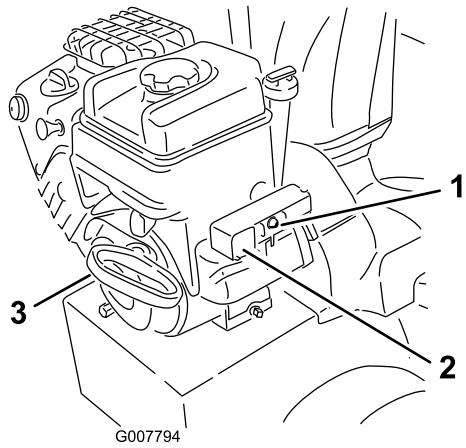

Figure 32
- Démarrez la machine en tirant sur le lanceur ou en appuyant sur le bouton du démarreur électrique (Figure 32).